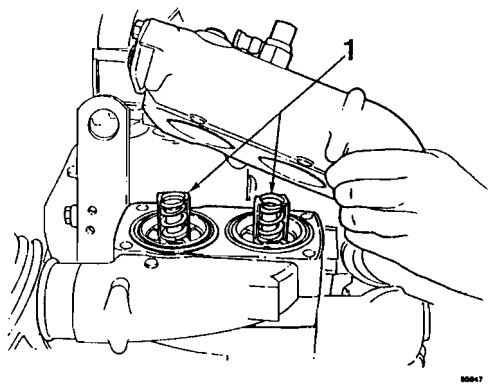

Fig. 235
- 10 Montar nuevos anillos de estanqueidad superiores y nuevos termostatos de pistón, véanse las figs. 235 y 236.